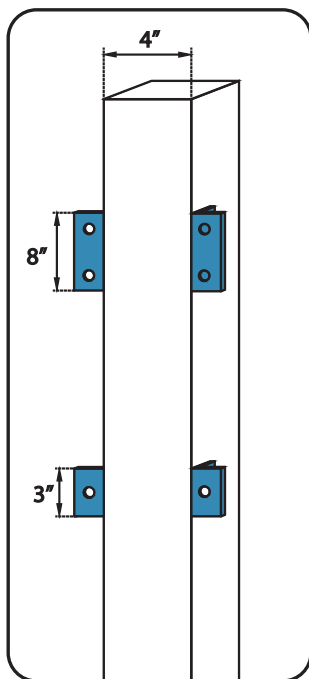
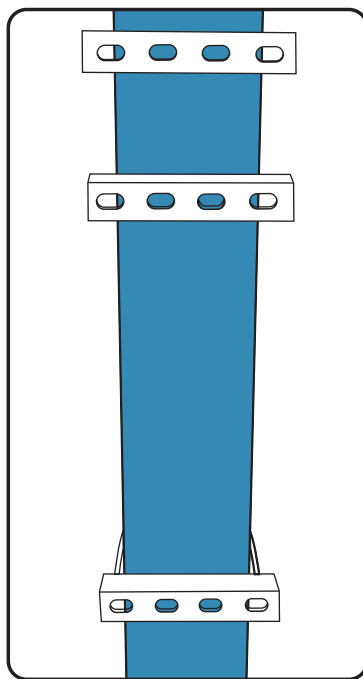

Fig No. 9.1
Fig No. 9.2
9.1 Cuando tenemos un poste cuadrado o PTR, se recomienda que este sea de preferencia de 4", necesitaremos también soldar al poste 4 piezas de ángulo de acero de 2" X 3/16" mínimo. 2 segmentos de 8" de largo y 2 de 3" de largo (fig. No. 9.1), en caso de ser un poste cilíndrico utilice abrazaderas para sujetar el ventilador instalándolos de la manera que aparece en las ilustraciones que a continuación se muestran (fig. No. 9.2)